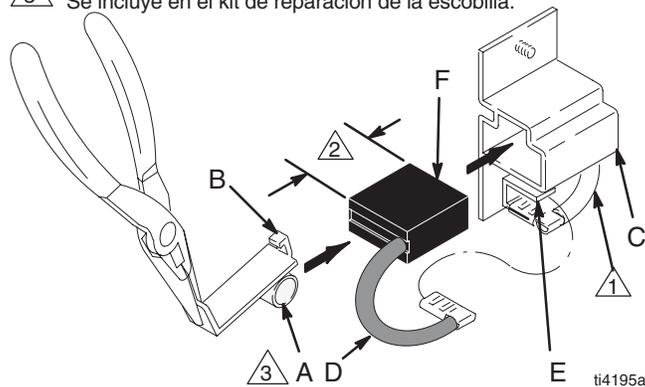

Fig. 8
4. Fig. 8. Empuje la abrazadera de resorte (A) para liberar el gancho (B) del portaescobillas (C). Saque la abrazadera de resorte (A).
5. Fig. 8. Saque el hilo conductor de la escobilla (D) del terminal (E). Retire la escobilla (F).
2. Fig. 8. Deslice el hilo conductor de la escobilla (D) en el terminal (E).